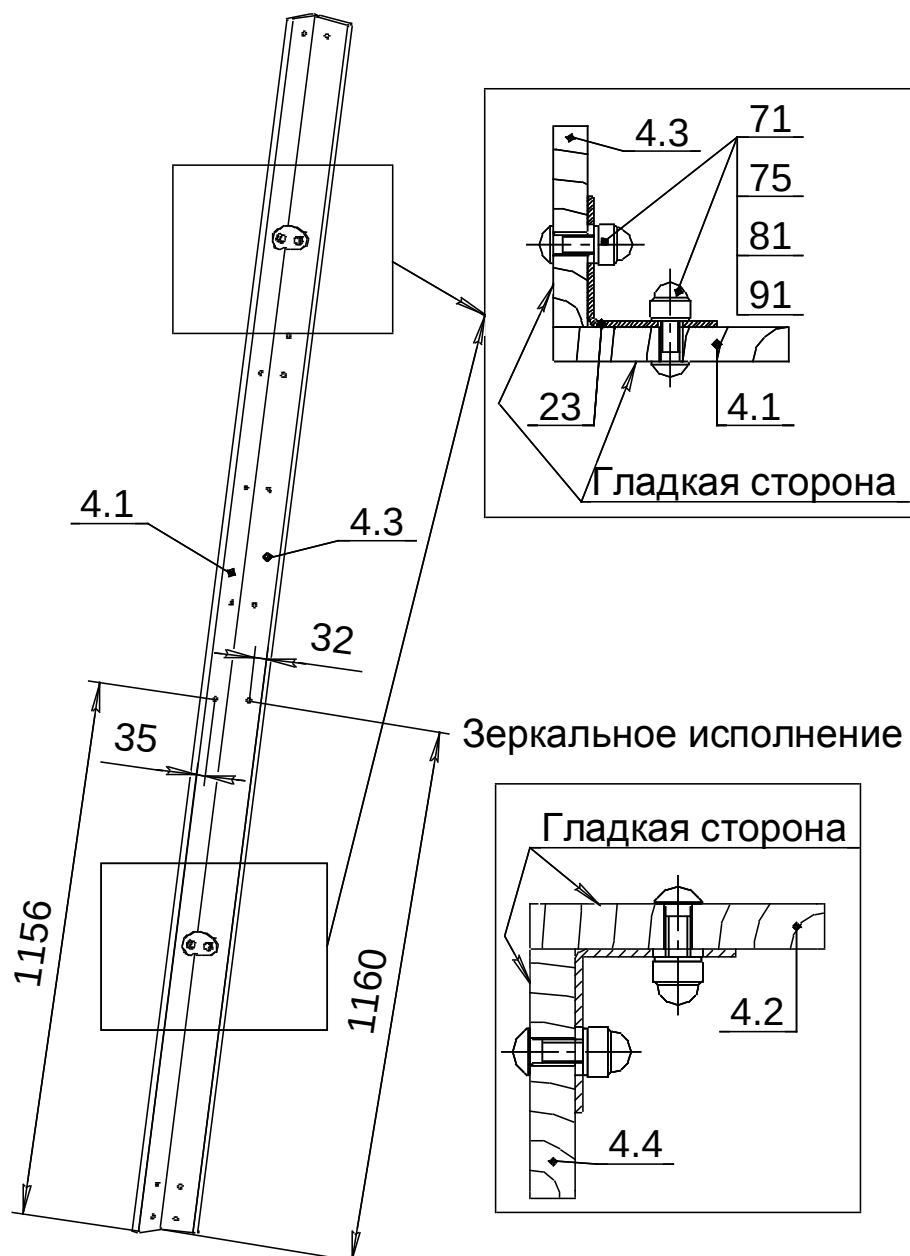

Рис.2
10.3.1 Собрать стойки из фанеры (2 шт. как показано на рис.2, 2 шт. зеркально).